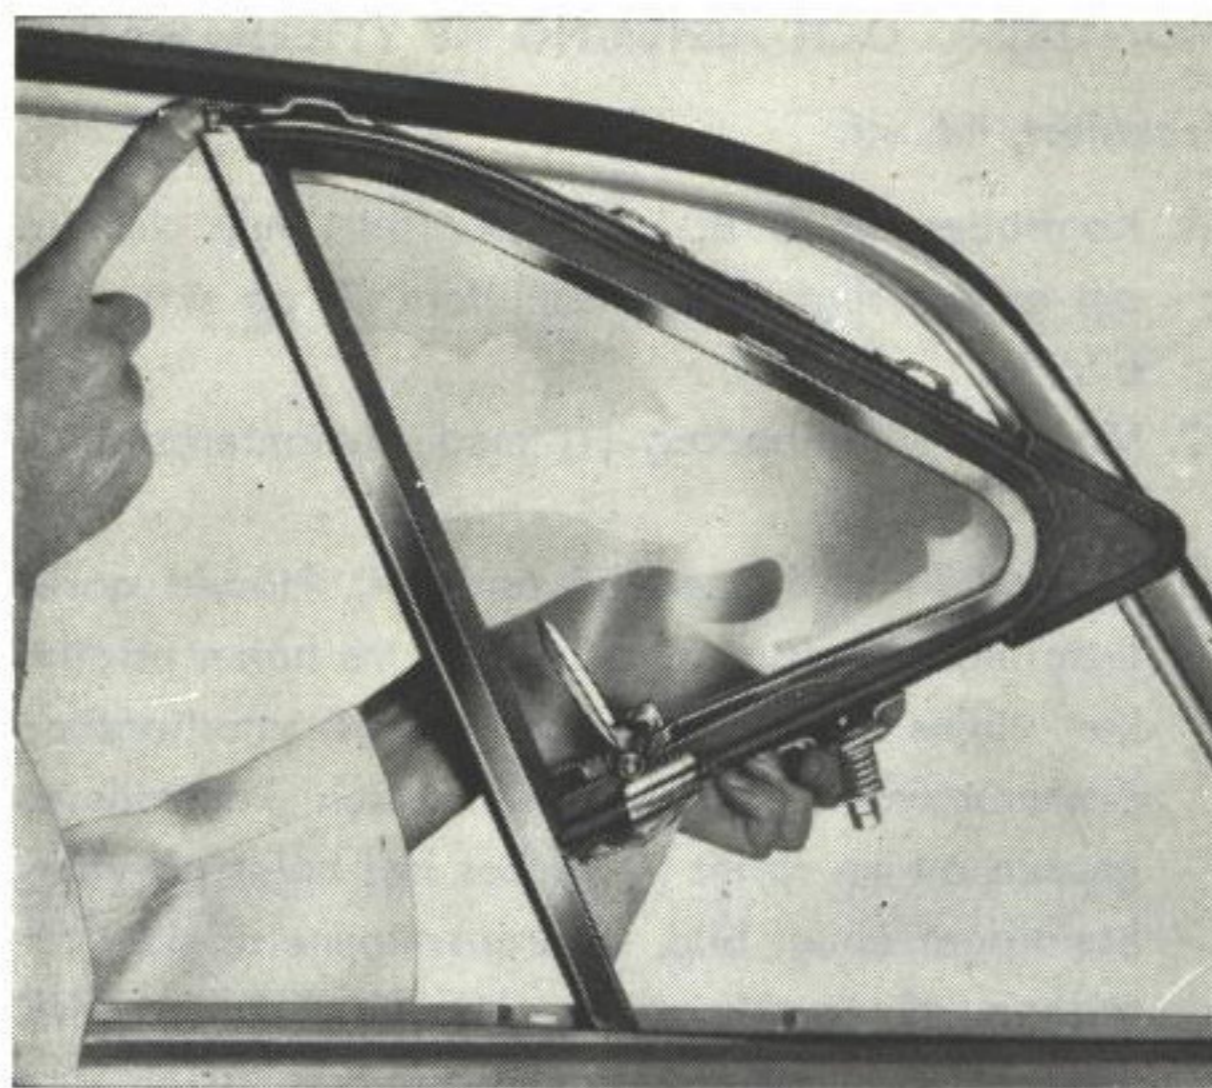

Bild 34. Ventilationsrutan lyftes ur
5. Lyft upp rutan enl. bild 34.